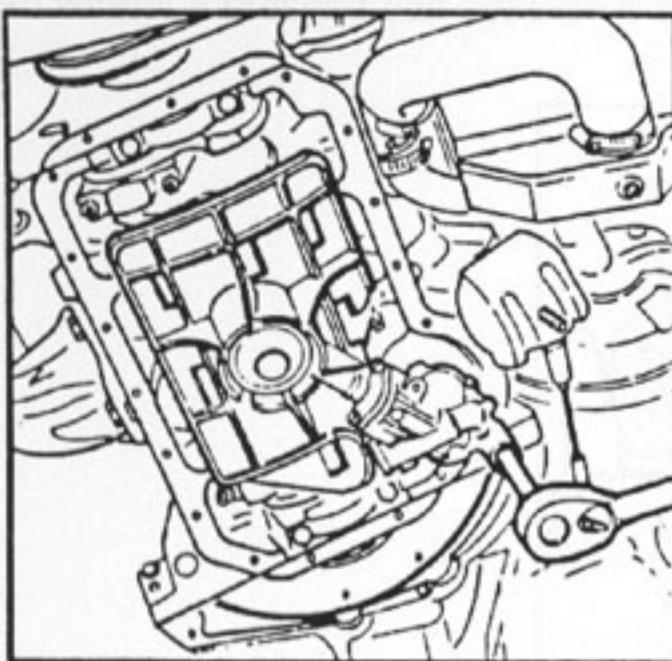
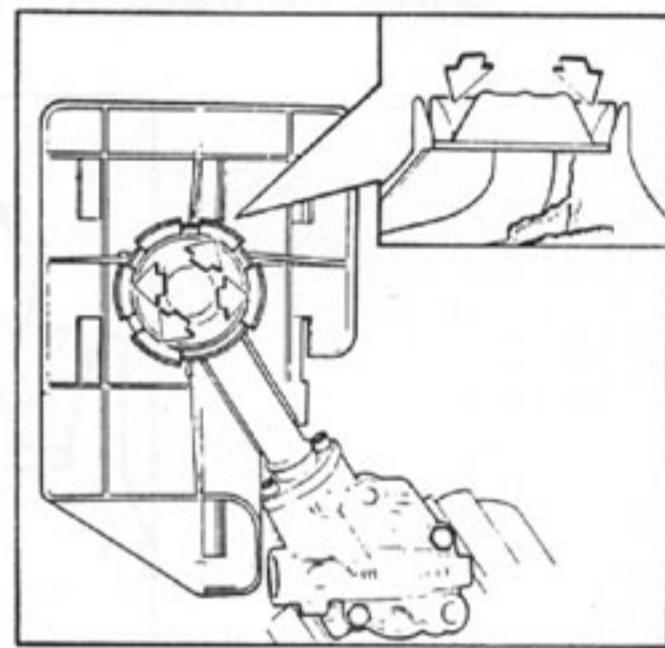

Fig.49 - Remoção da bomba de óleo
Fig.50 - Remoção da placa deflectora da bomba de óleo
- Remover a placa deflectora, fixando a bomba em uma morsa com o filtro do tubo voltado para cima. Pressionar levemente as abas (conforme setas-fig.50). Abaixar a placa e retirá-la (fig.49).
O encaixe para fixação (forma de pinça) no tubo de succão pode se romper durante a remoção. Portanto, somente remover a placa deflectora na substituição da bomba, tampa da bomba, tubo de succão ou da própria placa (fig.50).